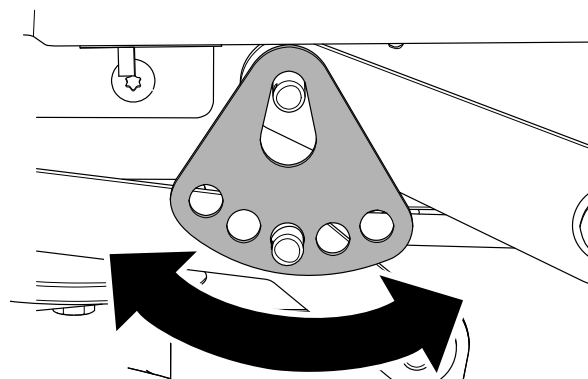

Рисунок 69
7. Поверните пластину высоты скашивания для совмещения с другим отверстием так, чтобы она выдерживала вес деки газонокосилки после того, как вы установите ее (Рисунок 69).
8. Установите шайбу и шплинт (Рисунок 69).